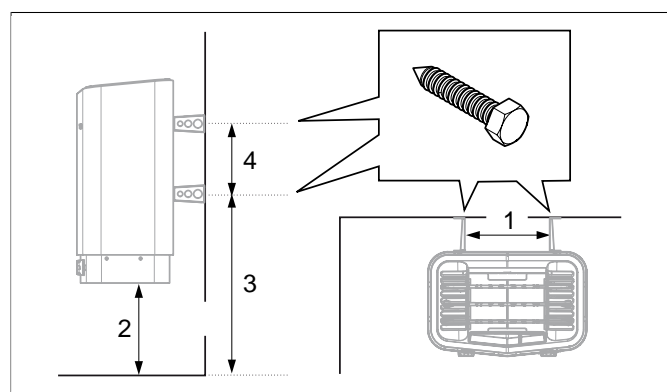

Рисунок 8: Определение размеров
6. Разместите винты кронштейнов согласно указанным размерам см **Рисунок 8**, страница 4.